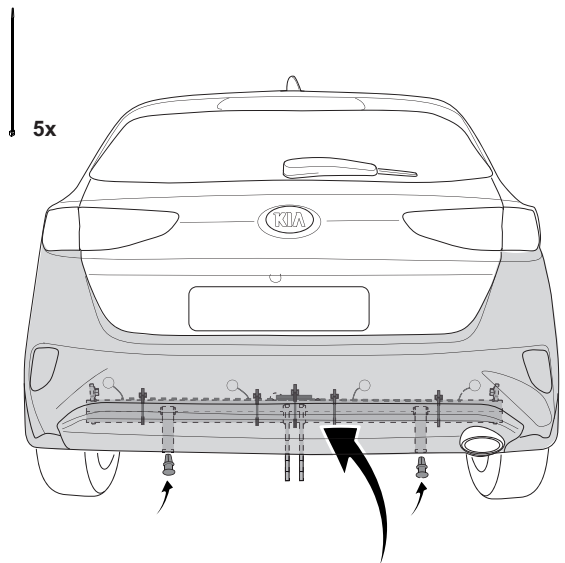

Fig. 4
7. Привязать провода пластмассовой проволокой. См. рисунок 4.